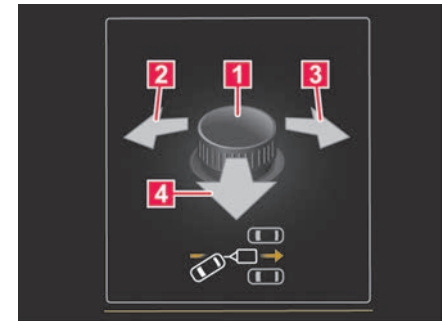

Abb. 116 Im Display des Kombi-Instruments: Winkелеinstellung des Anhängers über den Drehknopf für die Außenspiegel bedienen.
5. Drehknopf in der Fahrertür kippen, bis die gewünschte Richtung erreicht ist → **Abb. 116 1**.
7. Mit dem Drehknopf den Winkel ggf. korrigieren → **Abb. 116 1**.